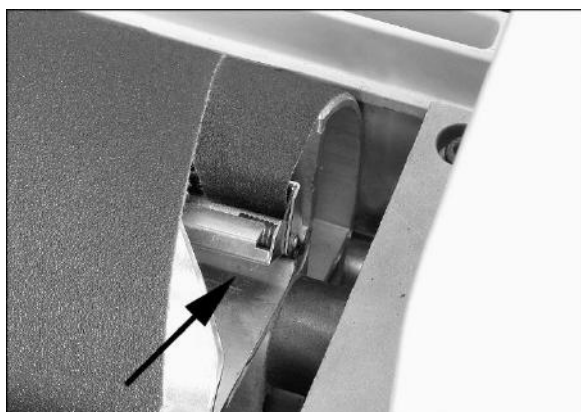

Figure 6-9
4. Pressez la fixation (Figure 6-9) et insérez l'extrémité arrière de la bande aussi loin que possible. Si nécessaire, taillez l'extrémité effilée de la bande abrasive.